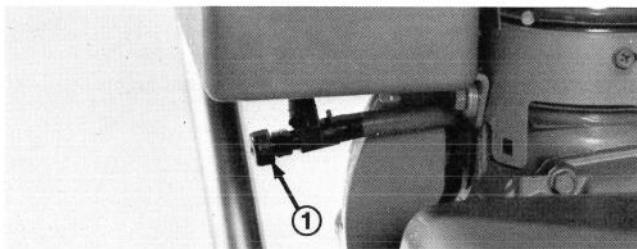

Figure 18
Robinet d'arrêt d'essence (Fig. 18) — Ce robinet se trouve sous le réservoir d'essence. Fermez le robinet pour arrêter l'arrivée d'essence au carburateur et rouvrez-le pour rétablir l'alimentation. Fermez le robinet quand la déneigeuse ne sert pas.
2. Ouvrez le robinet d'arrêt d'essence sous le réservoir d'essence (Fig. 18).